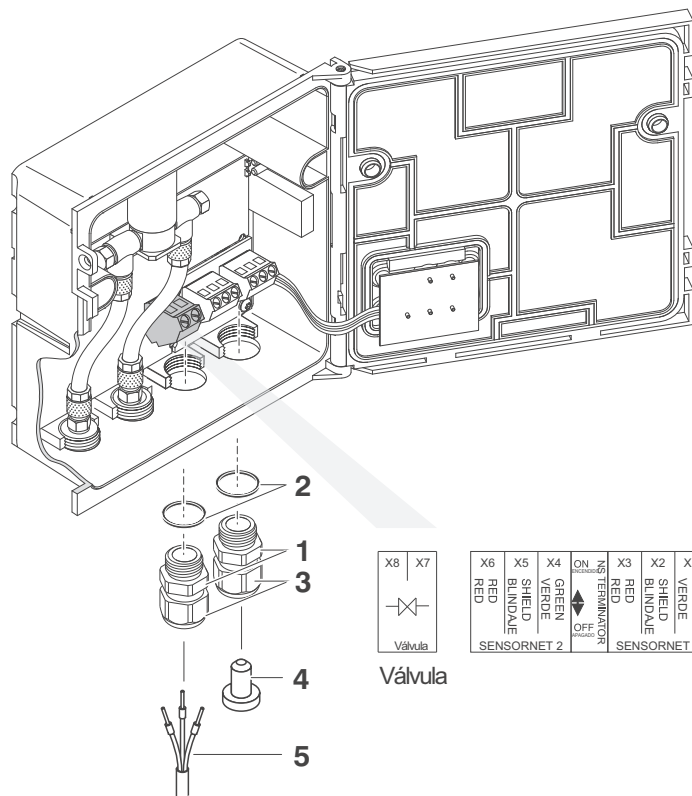

Fig. 3-1 Terminación de sujeción para la línea de control de la válvula
- 2 Enrosque el casquillo prensacables (pos. 1 en Fig. 3-1) con el anillo de estanqueidad (pos. 2) en la abertura de conexión de la izquierda.
- 3 Afloje el anillo de acoplamiento (pos. 3 en Fig. 3-1).
- 5 Conecte los cables de la línea de control de la válvula (pos. 5 en la Fig. 3-1) a la terminación de sujeción de la línea de control de la válvula. Al hacerlo, preste atención a las especificaciones de la etiqueta situada bajo la regleta de terminales.
- 6 Apriete el anillo de acoplamiento (pos. 3 en Fig. 3-1).
Enrosque un casquillo prensacables con anillo de estanqueidad en la abertura libre y ciérrelo con el tapón ciego adjunto (pos. 4 en Fig. 3-1).
- 9 Apriete el anillo de acoplamiento (pos. 3 en Fig. 3-1).